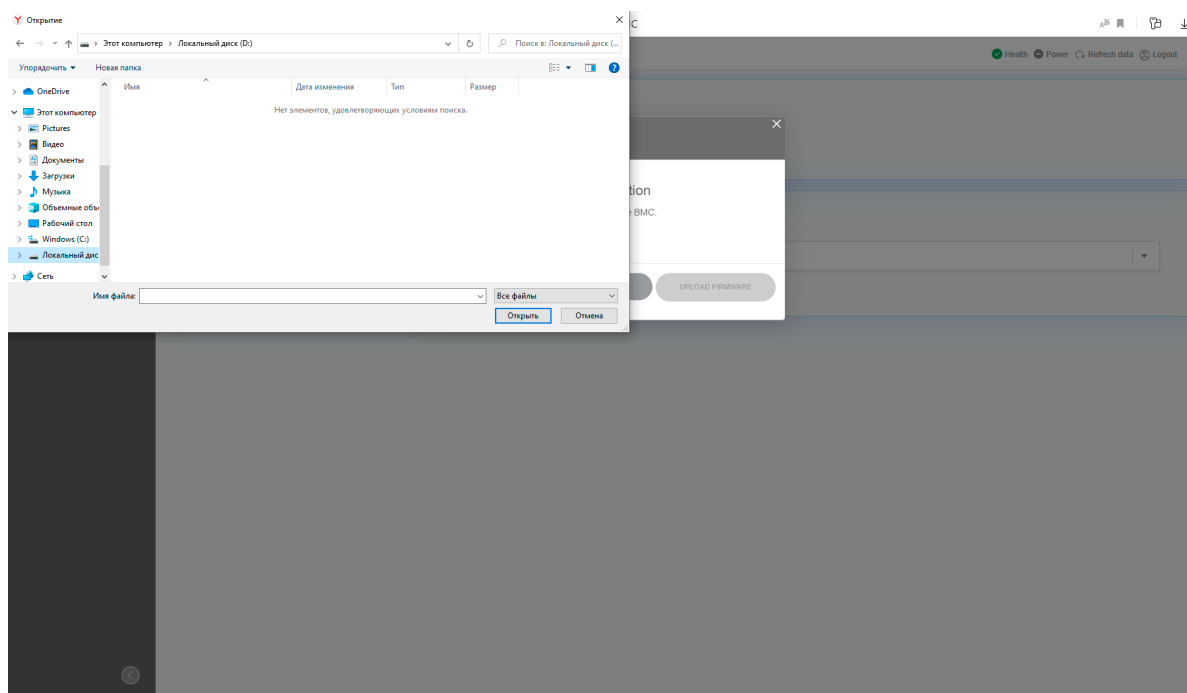

Рис. 97. Выбор директории с новой версией BMC
- 4) В нужной вам директории выберите файл с новой версией обновления BMC. Окно показано на рис. 97 Выбор директории с новой версией BMC